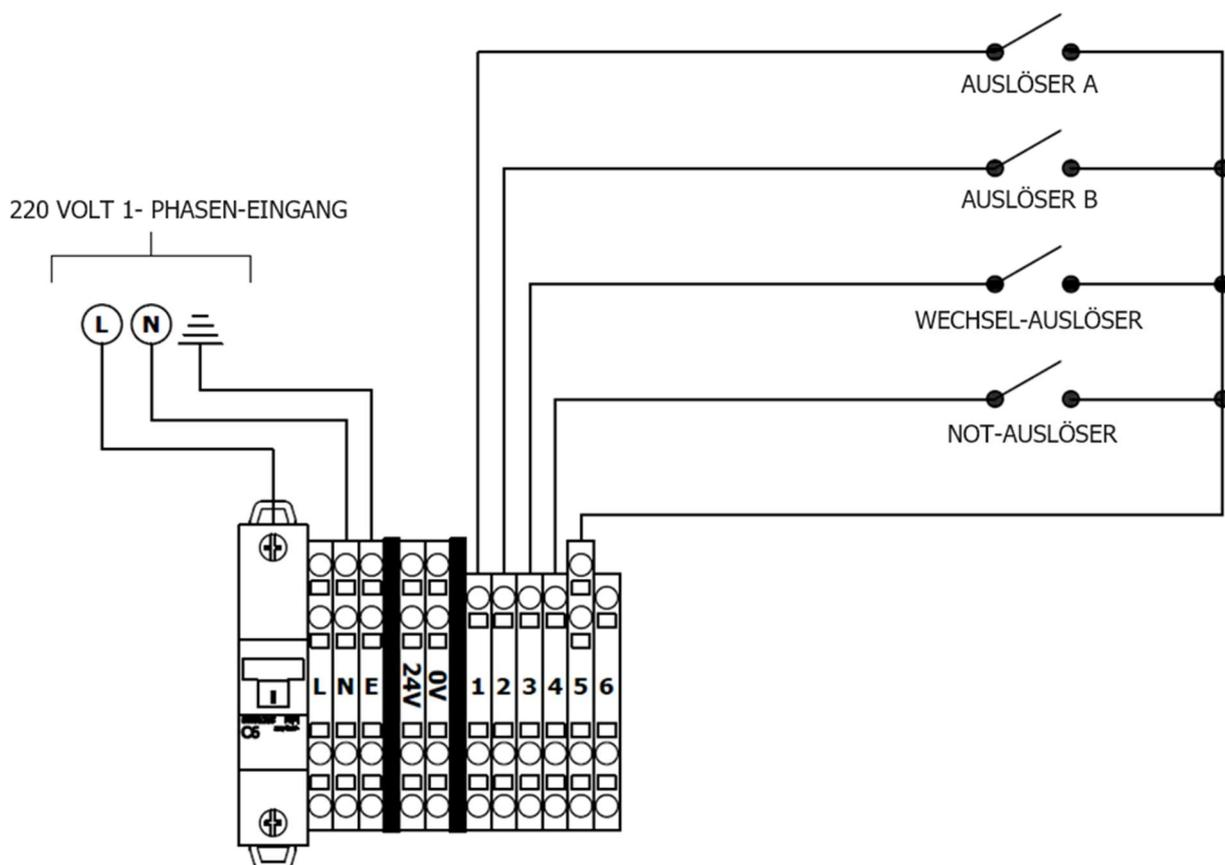

Abbildung 6: Anschlüsse für den Client-Trigger
5.3. Verbinden Sie die 220V AC Stromversorgung gemäß dem Diagramm in Abbildung 6.